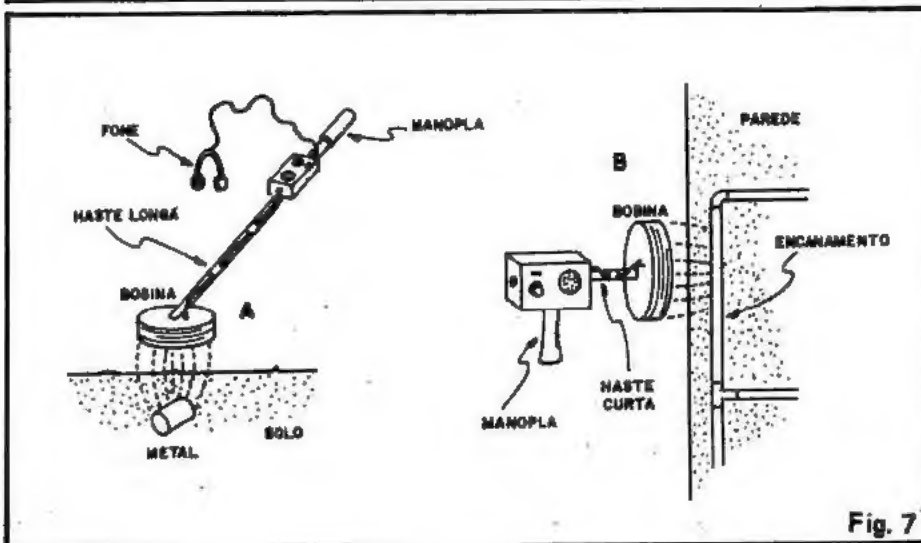

Fig. 7
- 1 - Haste para fixação da bobina/forma. Tubo de PVC ou até mesmo um cabo de vassoura, servirão. O comprimento dependerá da aplicação (ver fig. 7)
A fig. 7 mostra, respectivamente nos itens A e B, as possibilidades de arranjo final do conjunto, dependendo da utilização pretendida pelo montador: haste longa (para prospecção de solo) ou haste curta (para pesquisa e detecção em paredes). Notar o posicionamento da manopla plástica, nos dois casos: em 7-A fica na extremidade da haste oposta à bobina e em 7-B é fixada diretamente à uma das laterais maiores da caixa.